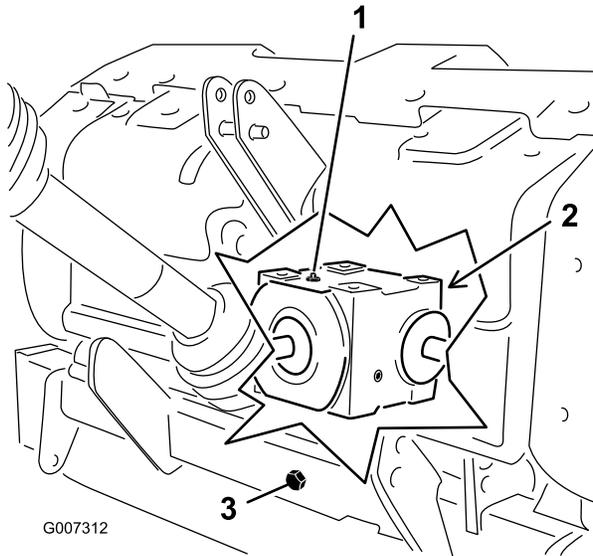

Bild 27
2. Entfernen Sie die Prüfschraube vom Getriebe (Bild 27).
3. Stellen Sie sicher, dass der Ölstand die Unterseite der Prüfschraube im Getriebe erreicht (Bild 27).
1. Wischen Sie Rückstände von der Füllschraube und der Ölablassschraube ab, um eine Verunreinigung zu vermeiden (Bild 27).